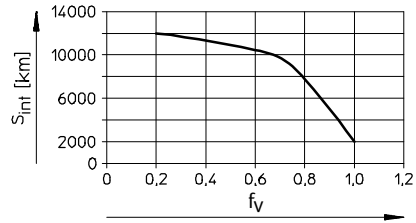

Fig. 8
- Wenn **einer** dieser Faktoren vorliegt, Schmierintervall S_{int} (→ Fig. 8) halbieren.
1. Belastungsvergleichsfaktor f_v mit Hilfe der Formel für kombinierte Belastungen berechnen (→ 11 Technische Daten) und Schmierintervall S_{int} ablesen (→ Fig. 8).